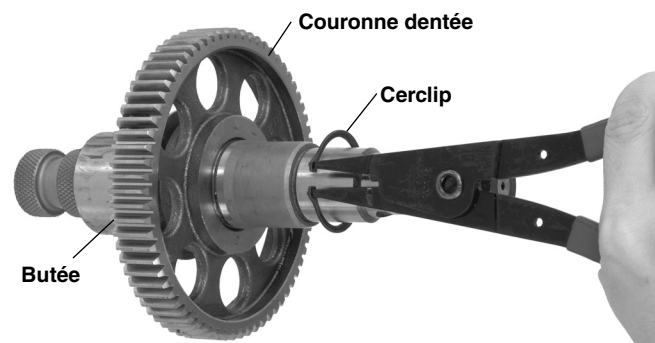

Figure 2 – Retrait du cerclip
5. Enlevez le cerclip de l'arbre d'entraînement et retirez la couronne dentée (Figure 2.)